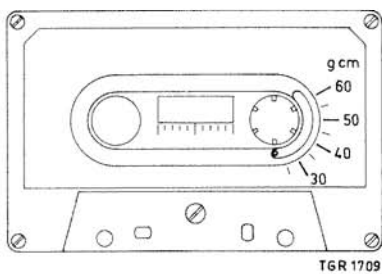

Fig. 16
- Leg een meetcassette 4822 395 80037, zie fig. 16, in het apparaat.